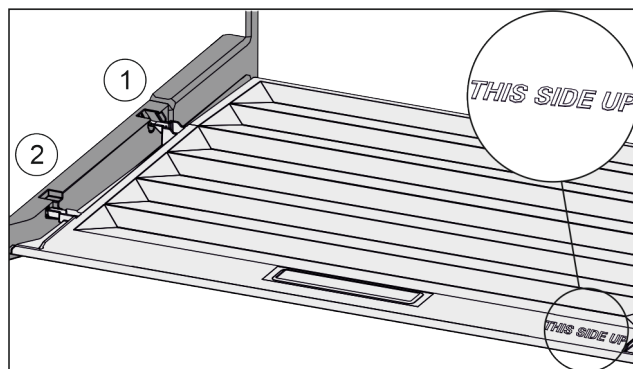

Fig. 33
- ▶ Ramiona pokrywy wprowadzić ponad otworem tylnego uchwyty Fig. 33 (1) i zazębić z przodu w uchwycie Fig. 33 (2).